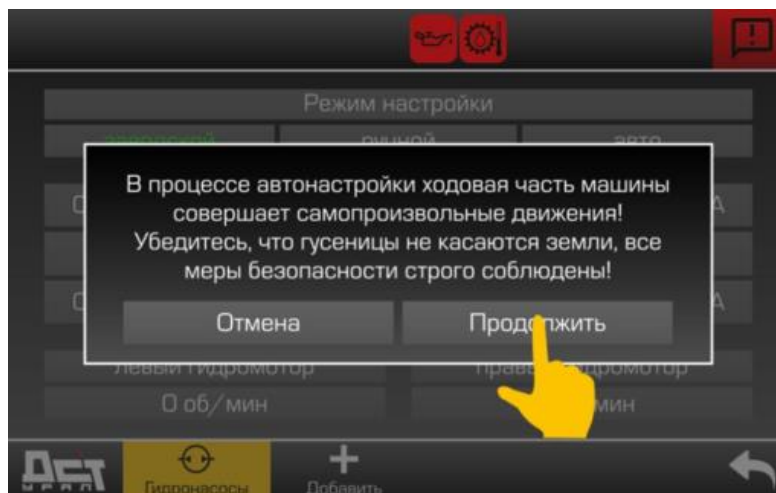

Рисунок 5.138. Предупредительное сообщение
- ▷ Появится предупредительное сообщение, рис. 5.138.
- ▶ Ознакомиться с предупредительным сообщением и подтвердить соблюдение указаний либо отказаться, для прекращения настройки, рис. 5.138.